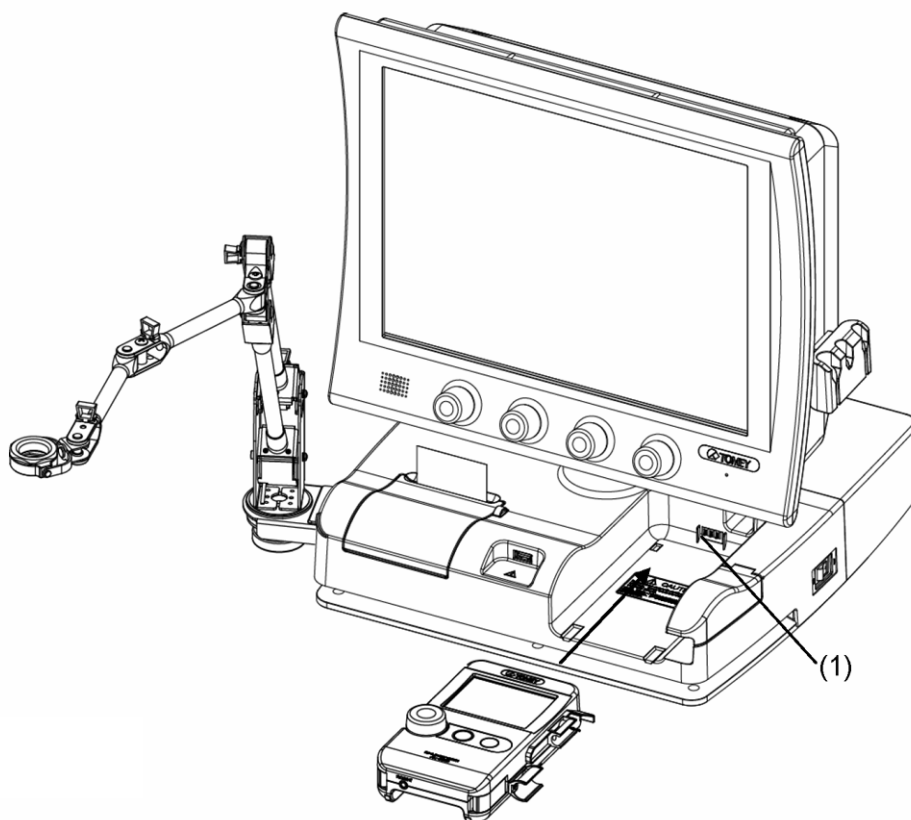

Рис. 1.
(Рисунок 1)
- 1) Экран с запросом подтверждения отображается, если данные измерений остаются в связанном устройстве при установке соединения в режиме нового пациента (Рис. 1).
- 2) При помощи экранной клавиатуры (2) введите идентификатор (Patient ID) (3) и имя пациента (Patient Name) (4). Точки (.) и пробелы в идентификационном номере не допускаются.
- 3) Нажатием кнопки «Male» (мужской) или «Female» (женский) выберите пол пациента (5).
- 4) Введите имя пациента (6) при помощи экранной клавиатуры (2).
- 5) После ввода всех данных нажмите кнопку «OK» (7) для их сохранения и возврата в предыдущий экран (рисунок 1). Нажатие кнопки «Cancel» (отменить) (8) приводит к отмене ввода информации и возврату в предыдущий экран (рисунок 1).
- 7) Нажмите кнопку «OK» (9) для сохранения данных измерения, замене информации о пациенте на вновь введенную и возврата в предыдущий экран (рисунок 1). При нажатии кнопки «Cancel» (отменить) (10) вновь введенная информация не будет сохранена, и вернется предыдущий экран (рисунок 1).